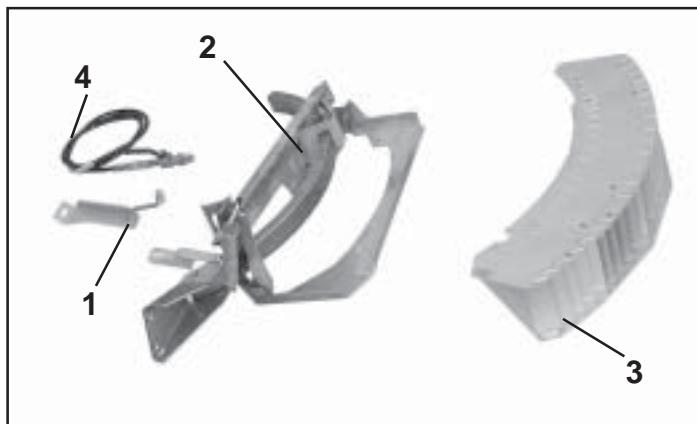

Fig. 1
- Zeiger (Fig.1/1)
- Halteschiene vormontiert mit Rohrbügel, Querstrebe, Hydraulikzylinder und Zugfeder (Fig.1/2)
- Grenzstreuschirm (Fig.1/3)
- Hydraulikschlauch vormontiert mit Blockkugelhahn und Drossel (Fig.1/4)
- Pointer (Fig.1/1)
- Bracing rail pre-assembled with cross bar, hydraulic ram and tensioning spring (Fig.1/2)
- Boundary spread deflector (Fig.1/3)
- Hydraulic hose pre-assembled with block ball tap and throttle valve (Fig.1/4)
- Repère (Fig.1/1)
- Rail support assemblé avec étrier tubulaire, entretoise, vérin hydraulique et ressort de traction (Fig.1/2)
- Déflecteur (Fig.1/3)
- Flexible hydraulique assemblé avec robinet à boisseau sphérique et restricteur (Fig.1/4)
- Wijzer (Fig.1/1)
- Voorgemonteerde houder met pijpbeugel, verbindingsstrip, hydrauliekcilinder en trekveer (Fig.1/2)
- Lamellenblok (Fig.1/3)
- Hydrauliekslang voorgemonteerd met kogelkraan en drossel (Fig.1/4)